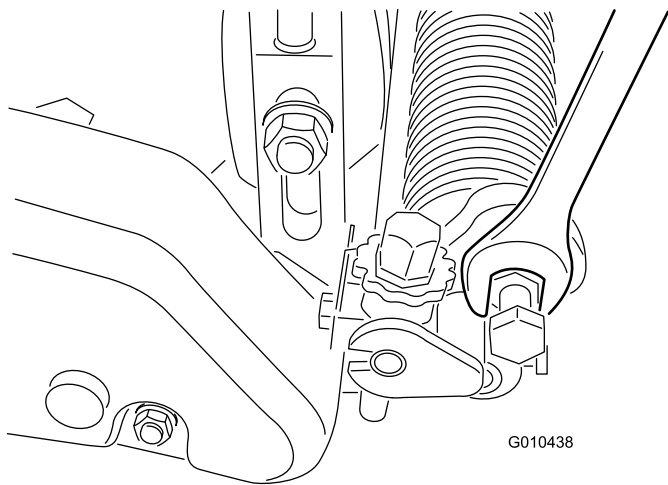

Bild 24
- B. Drehen Sie die Arme nach oben oder unten in die A- oder B-Position Bild 24).